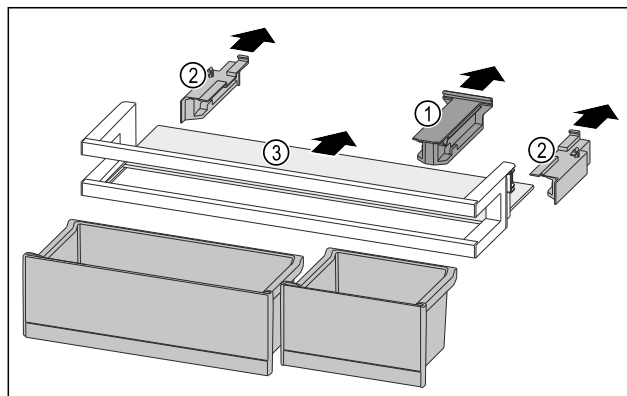

Fig. 81
- Trekk av holdedelen Fig. 81 (1).
- Trekk av sidedeler Fig. 81 (2).
- Fjern oppstillingsplassen Fig. 81 (3).